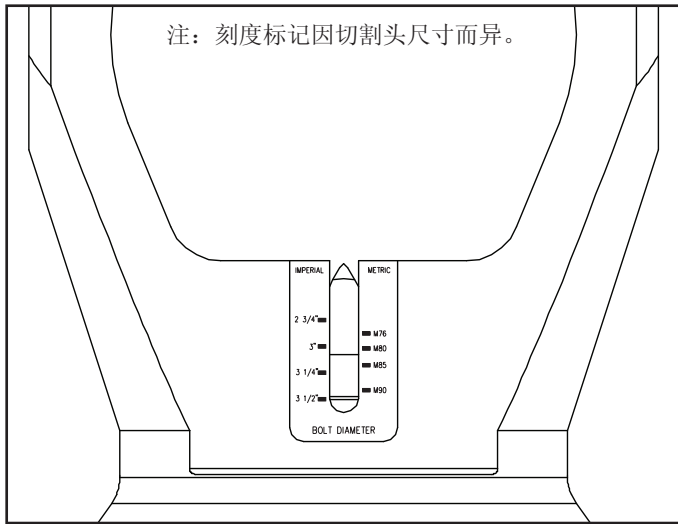

图 5, 刀片切割深度刻度
4. 旋转切割头, 直至刀片夹持器上的红色标记线与刻度上所需的螺栓尺寸标记线对准。见图 5。